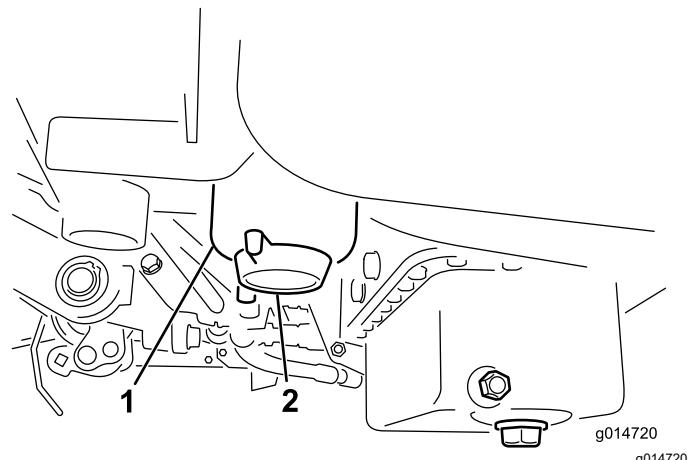

Bild 33
3. Öffnen Sie den Ablassschraube am Kraftstofffilter um ungefähr eine Umdrehung und lassen angesammeltes Wasser ablaufen (Bild 33).